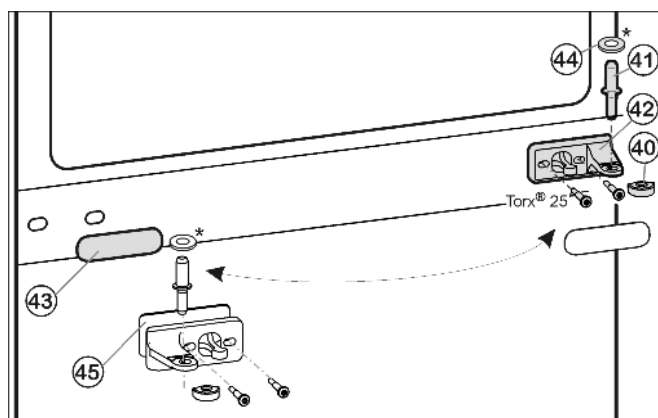

Fig. 13
- ▶ Вытащите из опорного кронштейна и нижней дверцы средний опорный палец Fig. 13 (41).
- ▶ Вытащите средний опорный палец Fig. 13 (41) с шайбой Fig. 13 (44) из опорного кронштейна и нижней дверцы.
- ▶ Снимите пластмассовый колпачок Fig. 13 (40).
- ▶ Открутите средний опорный кронштейн Fig. 13 (42) (2 шт. Torx® 25).
- ▶ Осторожно снимите накладку Fig. 13 (43).
- ▶ Прикрутите средний опорный кронштейн Fig. 13 (42) с подкладкой Fig. 13 (45) с поворотом на 180° на новую сторону шарнира (с моментом 4 Нм).
- ▶ Защелкните накладку Fig. 13 (43), повернув на 180°, на стороне, где теперь будет ручка.
- ▶ Снова наденьте пластмассовый колпачок Fig. 13 (40) на средний опорный кронштейн Fig. 13 (42).
- ▶ Вставьте средний опорный палец Fig. 13 (41) через средний опорный кронштейн Fig. 13 (42) в нижнюю дверцу.
- ▶ Установите шайбу Fig. 13 (44) на средний опорный палец Fig. 13 (41).
- ▶ Установите верхнюю дверцу на средний опорный палец *Fig. 13 (41)*, закройте дверцу и установите верхний опорный кронштейн *Fig. 10 (23)* так, чтобы он защелкнулся в верхней стороне устройства.